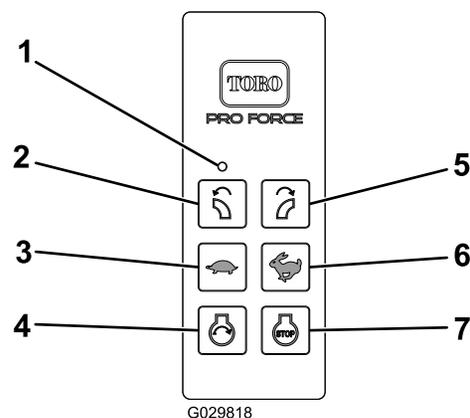

Рисунок 13
4. Питание на систему запуска будет подано только после нажатия кнопки «Пуск» и при условии, что действует режим разрешения запуска двигателя. Режим разрешения запуска двигателя начинает действовать только после выполнения описанной ниже последовательности разрешения запуска двигателя (Рисунок 13).